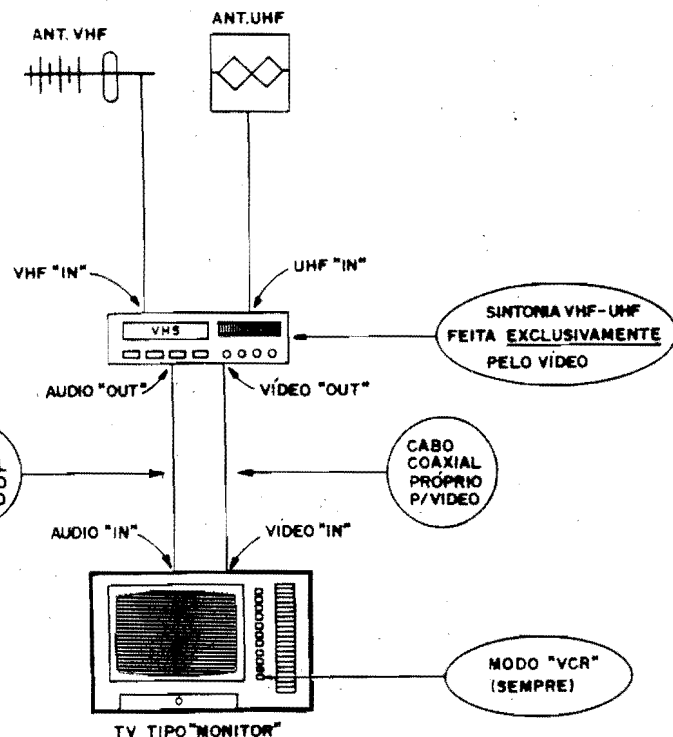

Fig.15
- FIG. 15 - Qualquer "link" de sinal de alta frequência (VHF ou UHF) via cabo, é sempre um "ponto frágil" nos sistemas de recepção, devido à possibilidade de captações, descasamentos, interferências, "reverbações" do sinal **dentro** da própria cabagem, etc. Assim, quando for possível conduzir os sinais **já processados**, decodificados, e elevados em nível, devemos optar por esse sistema, que permite transferência de sinal com qualidade **muito superior**... Muito dos receptores de TV mais modernos já são dotados de **entradas** específicas para sinais processados de ÁUDIO e VÍDEO (via dois **jaques** RCA, normalmente localizados próximos às entradas "normais" de antena (VHF-UHF). Se o Leitor tem um televisor **desse tipo**, as coisas ficam extremamente simples (e os resultados finais ainda melhores...), desde que também possua um vídeo-cassete. A figura ilustra as conexões a serem feitas: os cabos provenientes das antenas de VHF
No arranjo sugerido na fig. 15, é importante que a TV seja **sempre** chaveada para funcionamento como "MONITOR", ou que a tecla "VCR" ou "VÍDEO" seja mantida apertada, junto ao seletor ou teclado da TV. Toda a sintonia (VHF ou UHF) passa a ser feita **exclusi-**
vamente pelo VCR que, obviamente, só permitirá o funcionamento do sistema, quando estiver **ligado**. As modernas tendências dos fabricantes inclusive na direção de "standardizar" as inter-conexões (sistema de antenas/VCR/TV), levam a - num futuro próximo - praticamente **obrigar** as conexões a serem feitas como na fig. 15.